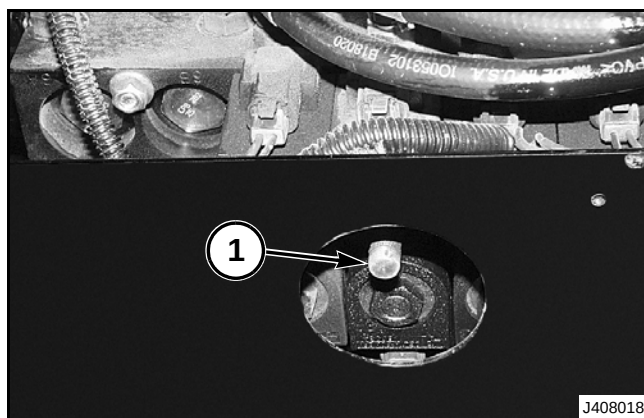

FIG. 2
**FIG. 2:** Asegúrese de que el dispositivo de alivio manual de flotación (1) esté en la posición de alivio. El alivio manual está situado en la válvula auxiliar del tractor debajo de la cabina.